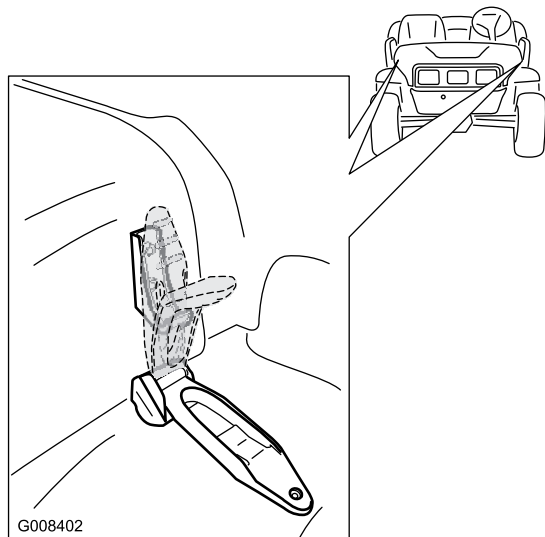

Bild 26
1. Heben Sie den Hebel der Gummriegel an jeder Seite der Motorhaube an (**Bild 26**).
2. Fluchten Sie die Gummriegel auf den Riegelankern an jeder Seite der Motorhaube aus, um die Motorhaube zu befestigen (**Bild 26**).